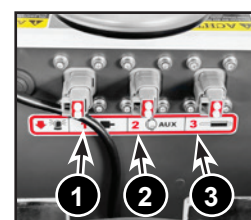

Рис. 15a
Дополнительная розетка AUX (Рис. 15a)
Машина может быть оснащена внешними устройствами, такими как распылительный насос, светодиодные фонари, задний силовой подъемник и т. д. Этими аксессуарами можно управлять с помощью пульта радиоуправления. Такое устройство необходимо подключить к розетке (2) и (3) в задней части машины рядом с двигателем (Рис. 15a).